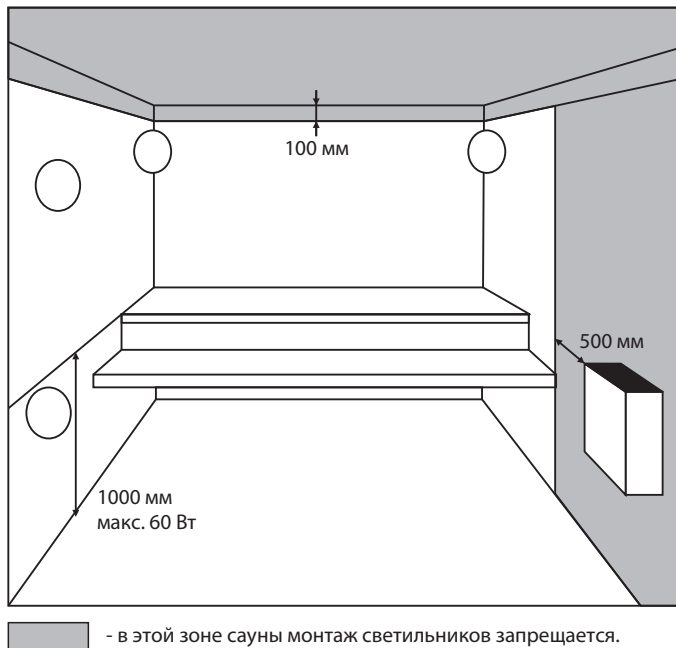

Рисунок 1.
2.4. При установке светильников в помещениях с высокими температурами и повышенным уровнем влажности необходимо учитывать следующие ограничения по установочным зонам (см. рисунок 1.). Монтаж светильников должен выполнять квалифицированный специалист.